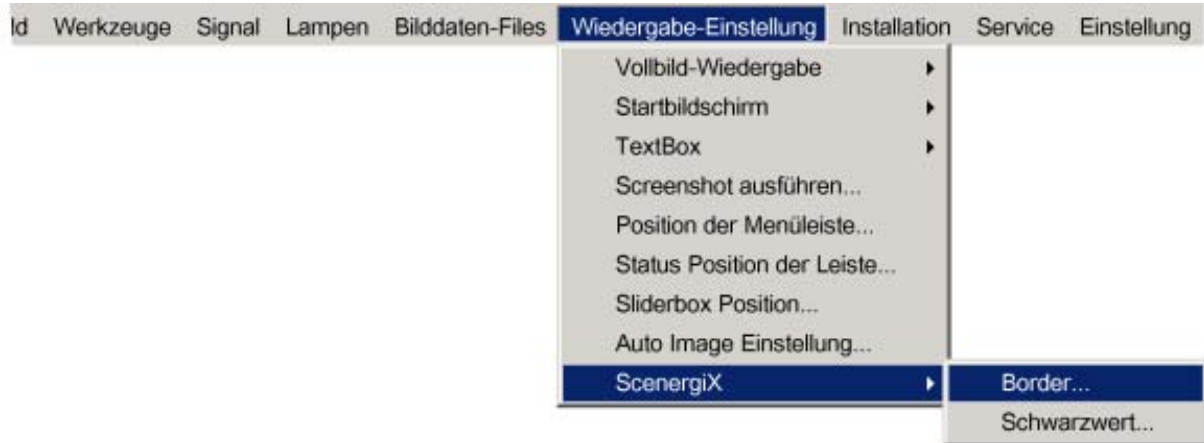

Abbildung 13-18
2. Drücken Sie die Taste → zur Auswahl des Menüs *Wiedergabe-Einstellung*. (Abbildung 13-18)